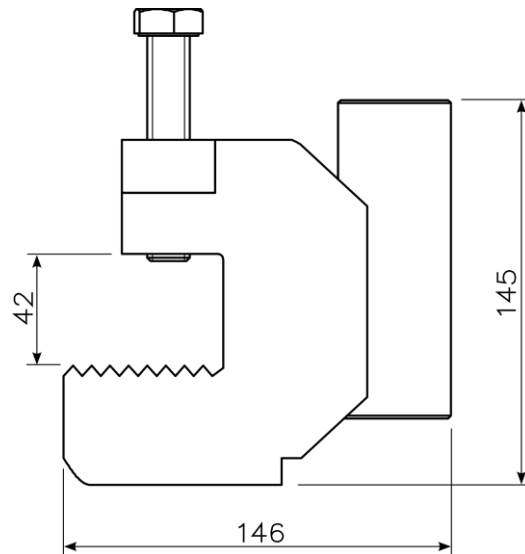

Abb. 25 Halterung für Stahlkonstruktionen
1.3.23. Halter für Stahlkonstruktionen (Abb. 25)